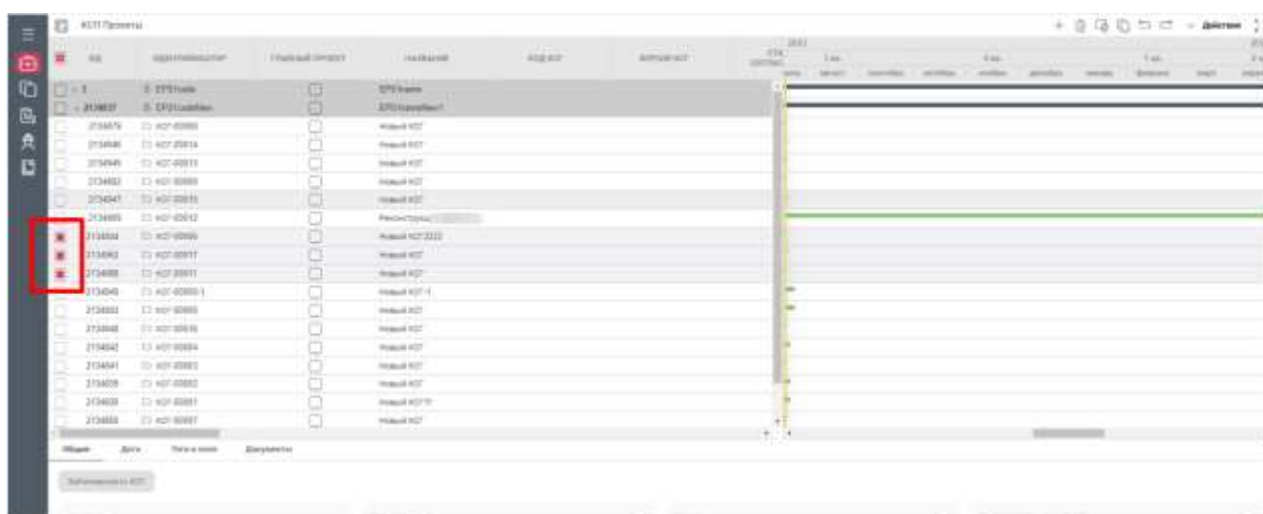

Рисунок 65 – Раздел «Проекты», выбор нескольких проектов
1. В разделе Проекты проставить чек-боксы в столбце Множественный выбор на несколько КСГ (Рисунок 65)